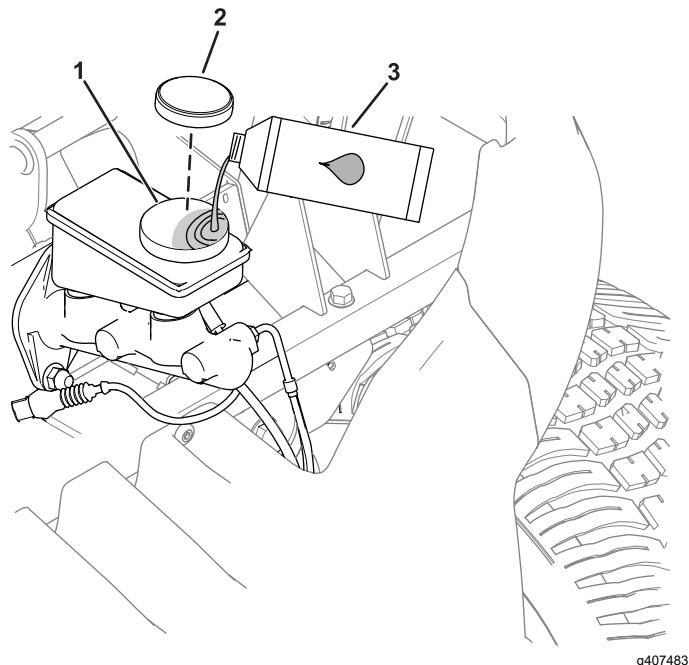

Bild 44
1. Entfernen Sie die Motorhaube, um an den Hauptbremszylinder und den Behälter zu gelangen (Bild 44).
- A. Reinigen Sie den Bereich um den Behälterdeckel und nehmen den Deckel ab (Bild 44).
- C. Schrauben Sie den Behälterdeckel wieder auf (Bild 44).